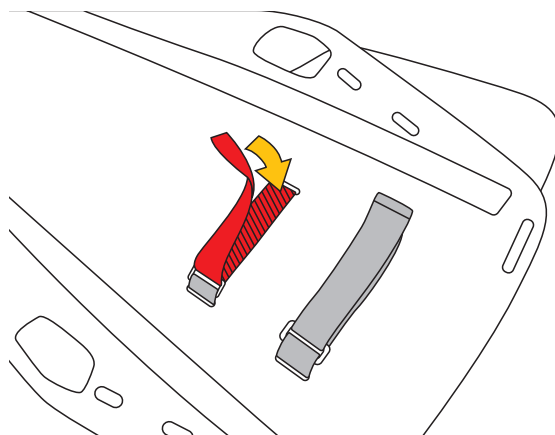

Fig.10
b) Fissare il fermacapo tirando e sovrapponendo, nella parte sottostante della tavola spinale, le fettucce di velcro (fig. 10).